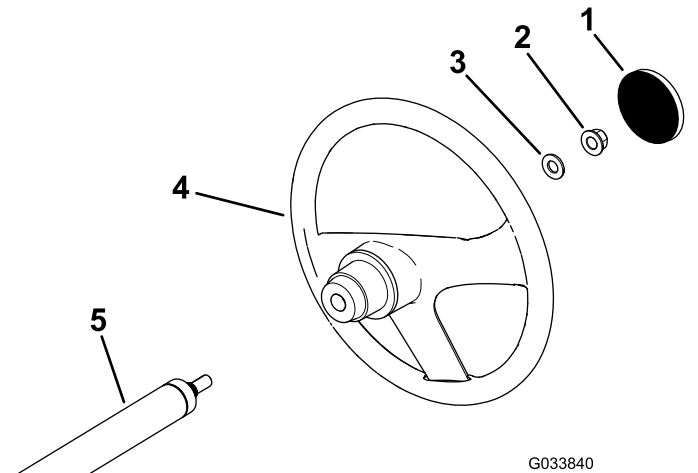

Figura 3
- Se a tampa estiver instalada, retire a tampa do cubo do volante (Figura 3).
- Retire a porca de bloqueio (½ pol.) e a anilha do eixo da direção (Figura 3).
- Encaixe o volante e a anilha (½ pol.) no eixo da direção (Figura 3).
- Instale a cobertura no volante (Figura 3).